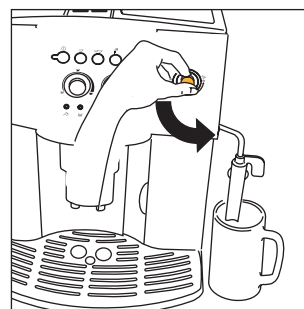

Рис. 5
3. **СРАЗУ ЖЕ ПОСЛЕ ЭТОГО В ТЕЧЕНИЕ МАКСИМУМ 30 СЕКУНД** поверните ручку регулятора пара против часовой стрелки до упора, рис. 5 (появление шума в кофеварке – нормальное явление).
- Поверните регулятор подачи пара против часовой стрелки на половину оборота, рис. 5, горячая вода потечет из устройства для взбивания молока, начиная заполнять стоящую под ним емкость.
- Несколько секунд выпускайте воду или пар, повернув ручку регулятора пара против часовой стрелки до упора, рис. 5.